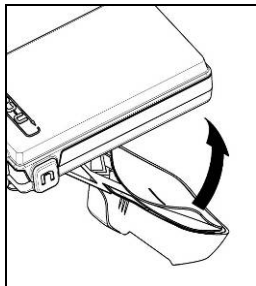

Fig. 2
- Rimuovere la pellicola protettiva dal biadesivo già presente sul retro del sistema ESS (Fig. 2)